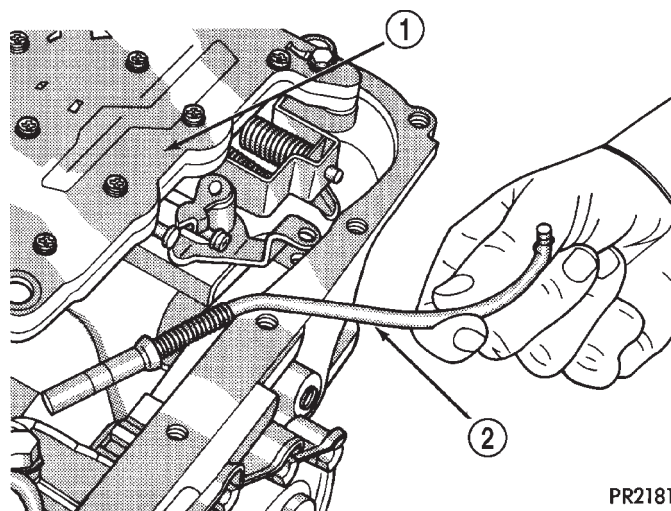

Fig. 7 Varilla de estacionamiento
(8) Retire la varilla de estacionamiento del transeje (Fig. 7).